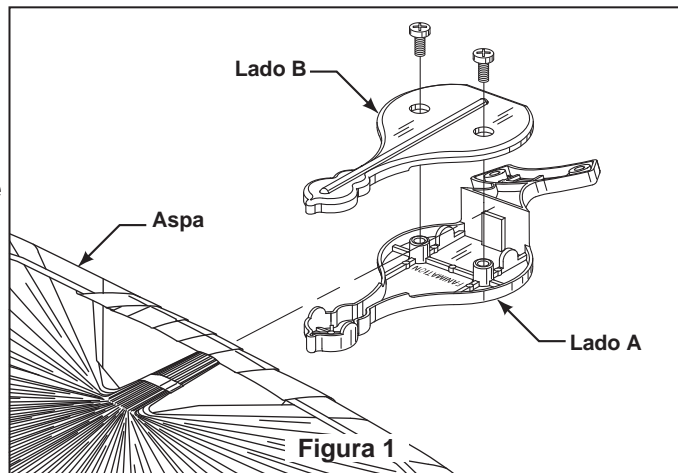

Figura 1
1. Enrolle la correa alrededor de las poleas para que quede conectada y esté montada en sí mismo como se muestra en la ilustración. Utilice las pinzas de muelles suministradas para mantener la correa en su sitio de forma temporal. Dejando las pinzas en el mismo sitio, agarre ambos extremos de la correa y tire con fuerza. Las pinzas deberían seguir sujetando la correa después de soltarla. (Figura 1)
1. Apoye el lado liso del soporte de aspas sobre una superficie plana, con la parte interior del soporte mirando hacia arriba. Este es el lado que tiene los pilotes roscados y la base inclinada. (Figura 1).
6. Ajuste ambos tornillos para asegurar el aspa (Figura 1).